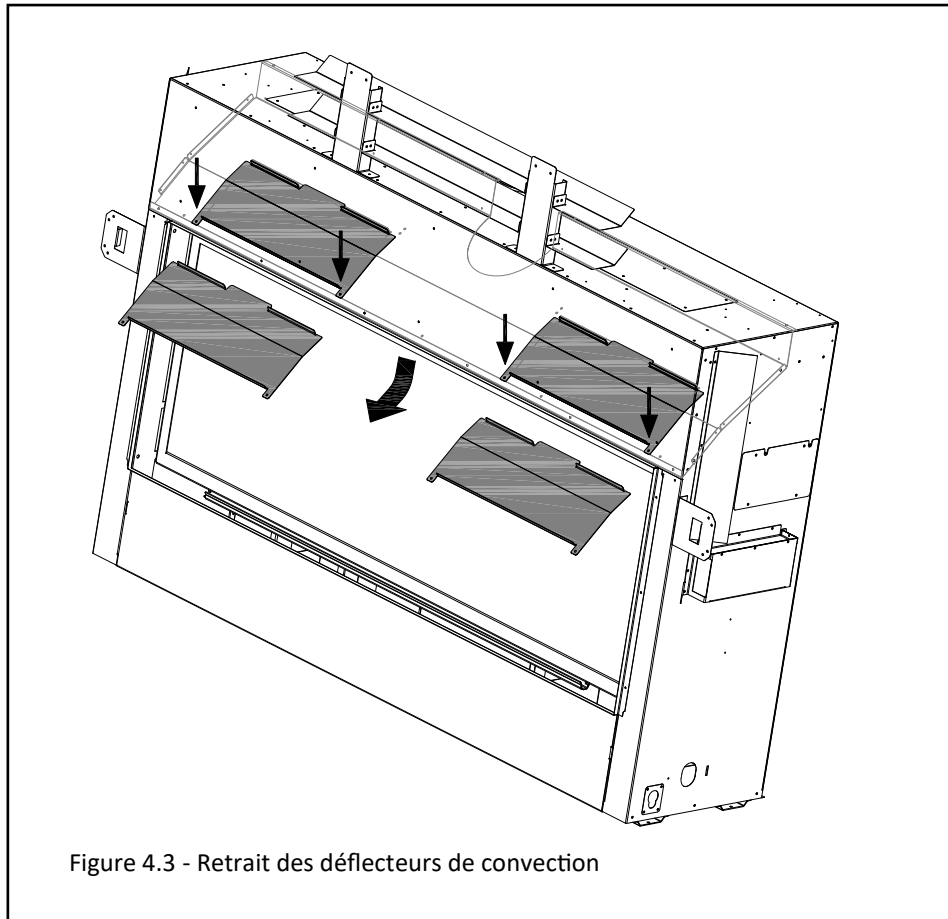

Figure 4.3 - Retrait des déflecteurs de convection
3. Repérez les (2) déflecteurs de convection montrés à la Figure 4.3. Il y a (2) vis de fixation à chaque déflecteur de convection. Retirez du foyer les vis et les déflecteurs de convection. Jetez les vis et les déflecteurs de convection.